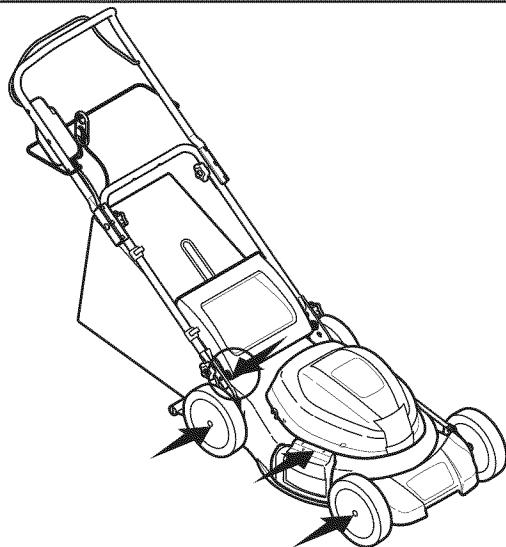

Figura 12
1. Lubrique las ruedas por lo menos una vez por temporada con aceite ligero o aceite para motor. Si las ruedas se quitan por cualquier razón, debe lubricar la superficie del brazo giratorio y la superficie interna de la rueda con aceite ligero. Vea la Figura 12.
2. Lubrique el resorte de torsión y el punto de pivotaje de la puerta trasera de descarga y clavija de abono lateral periódicamente con aceite ligero para evitar que se oxide. Vea la Figura 12.